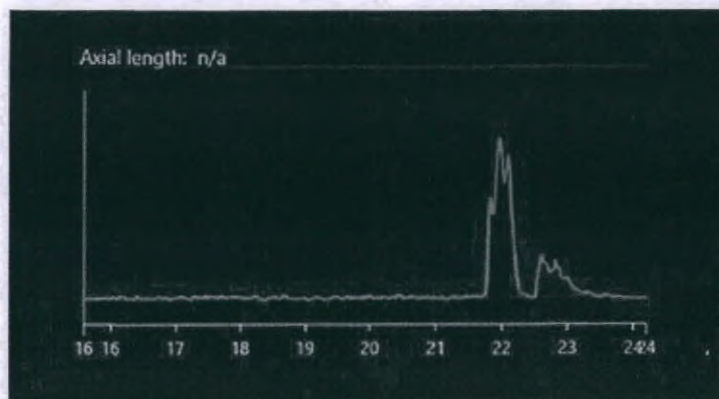

Рис.40. Недостаточное обнаружение пика сетчатки
- В профиле осевой длины было обнаружено несколько пиков с примерно одинаковой высотой. Один окончательный максимальный пик не был обнаружен автоматически (рис. 40).